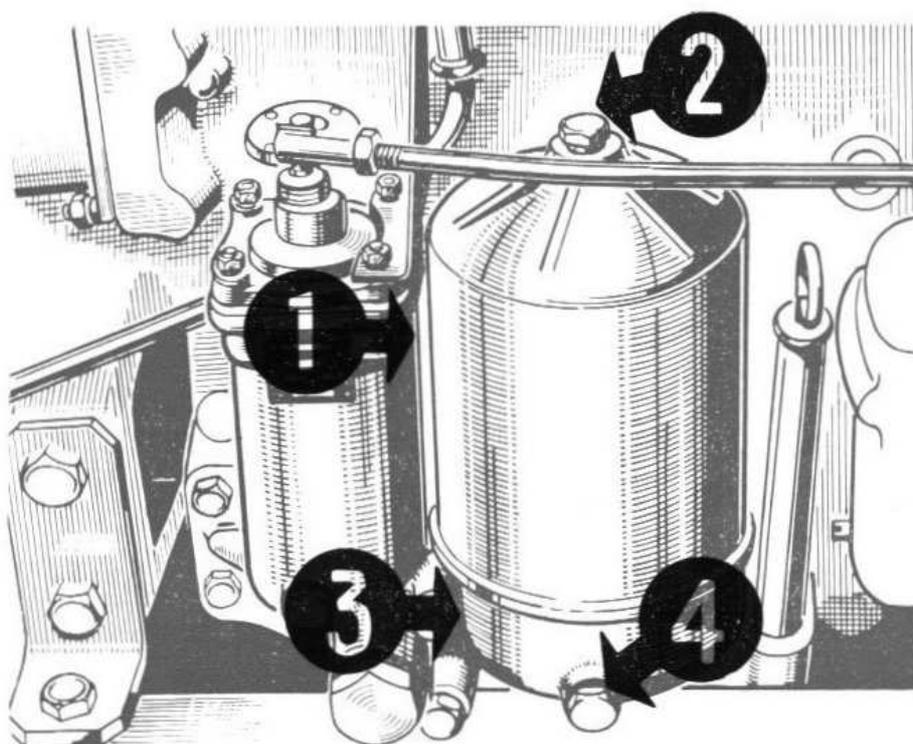

FIG. 24. - Filtre régénérateur.
- a) vidanger l'huile par le bouchon (rep. 4, fig. 24)
- b) démonter la cloche (rep. 1, fig. 24), après desserrage de la vis rep. 2, fig. 24